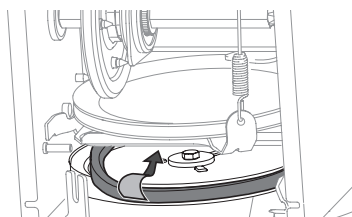

Figure 81
- Retire la correa de alrededor de la polea de la barrena y deslice la misma entre la ménsula de soporte y la polea de la barrena (Figure 81).